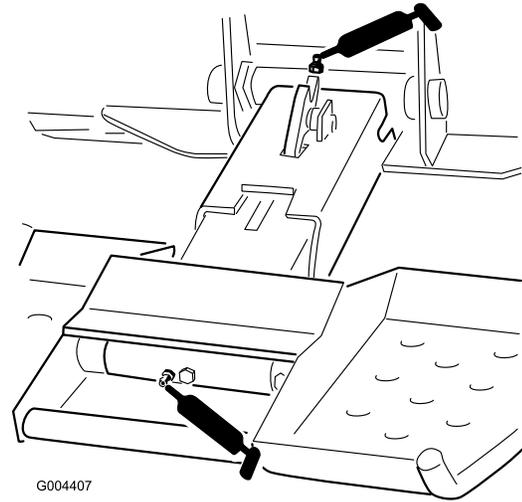

Figure 12
3. Raccordez une pompe à graisse à chaque graisseur (Figure 12).